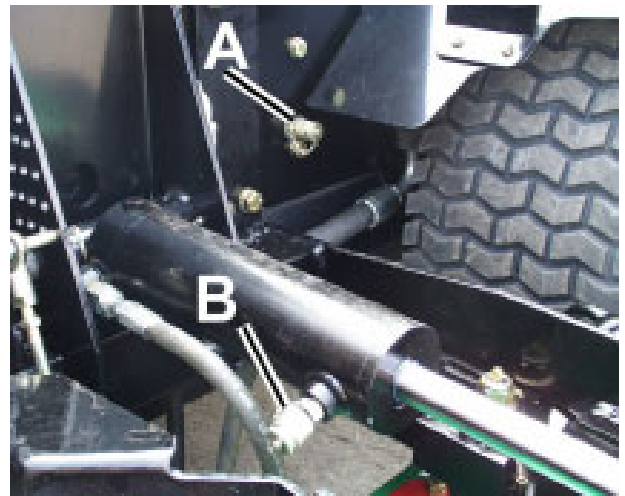

Fig.7
APERTURE DI PROVA (Fig. 7, 8, 9):
1. Pressione del piano di taglio anteriore: 220 bar (A (Fig. 7)).
Pressione di sollevamento: 63,5 bar (B (Fig. 7)).